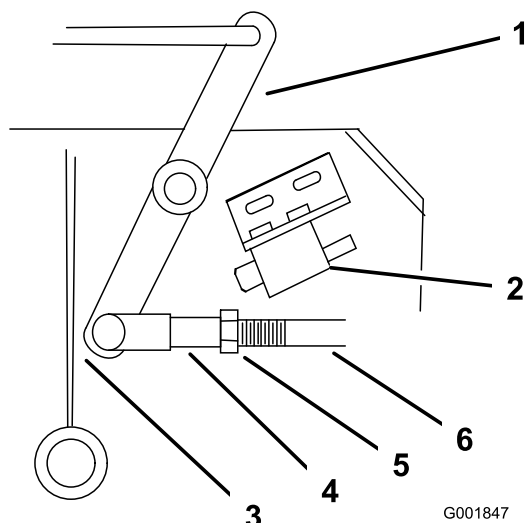

Figure 47
- Ajustez la longueur de la timonerie de sorte que l'extrémité la plus basse du levier coudé passe juste le renfort de support de l'essieu (Figure 47).
9. Desserrez l'écrou contre la chape (Figure 47).